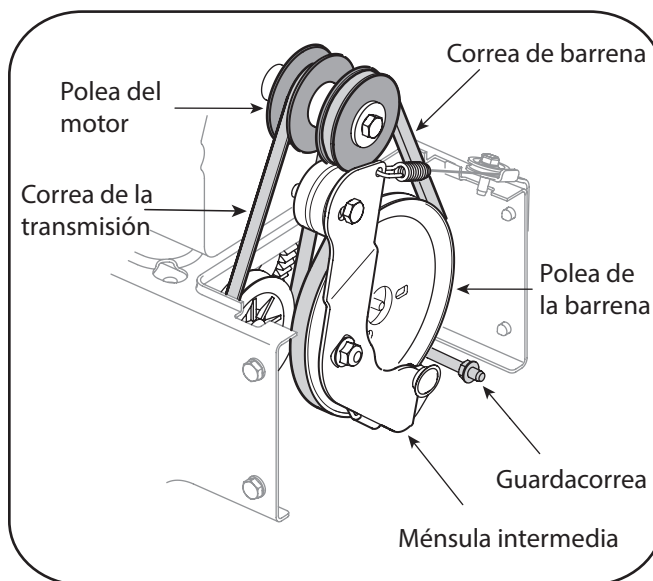

Figura 7-2
1. Inclíne la máquina quitanieve hacia arriba y hacia adelante de manera que quede apoyada sobre la caja de la barrena. Retire el guardacorra como se indica en la Figura 7-2. Regrese la máquina quitanieve a su posición vertical para completar los siguientes pasos.
2. Deslice la correa de la barrena frontal fuera de la polea del motor empujándola hacia adelante y haciéndola rodar fuera de la polea. Vea la Figura 7-2.